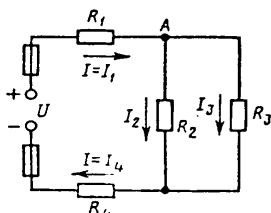
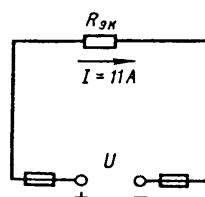

Рис. 2
Рис. 4
**Р е ш е н и е .** 1. Обозначим стрелками токи, проходящие через каждый резистор с учетом их направления (см. рис. 2).
Это общее сопротивление, включенное в цепь вместо четырех сопротивлений схемы рис. 2, при таком же значении напряжения не изменит тока в цепи. Поэтому это сопротивление чаще называется общим эквивалентным сопротивлением цепи или просто эквивалентным (рис. 4)
б) для узловой точки А схемы (рис. 2) применим первый закон Кирхгофа:  $I = I_2 + I_3 = 11 = 6,6 + 4,4$ ;